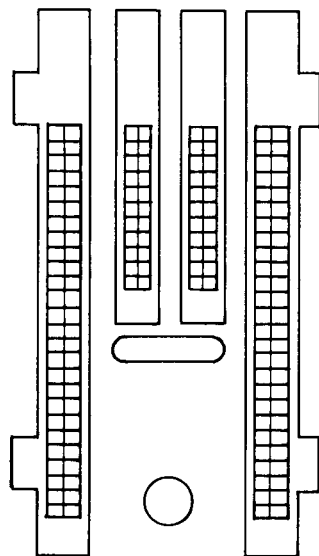

Fig. 2
La griffe devrait se trouver à égale distance des bords droit et gauche des découpures correspondantes dans la plaque à aiguille (voir fig. 2).
Der linke und rechte Abstand des Transporteurs im Stichplattenausschnitt muß gleich sein (siehe Fig. 2).
- Die Schraube 8 a lösen (Fig. 2 a).